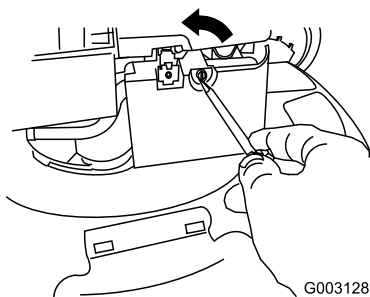

Figure 26
2. Ouvrez le couvercle du filtre à air avec un tournevis (Figure 26)